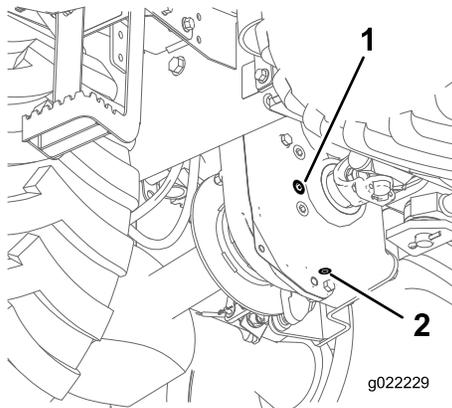

Figura 28
2. Limpie la zona alrededor del tapón de llenado con un disolvente (Figura 28).